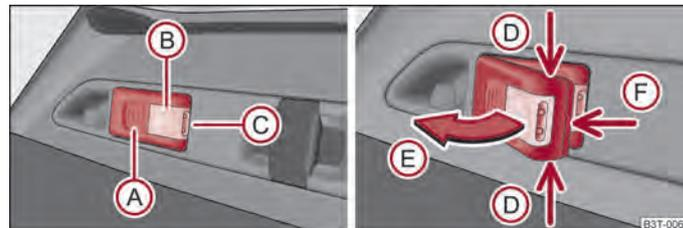

Abb. 46 Herausnehmbare Leuchte
- Beleuchtung des Gepäckraums - es leuchtet Teil \textcircled{B} \Rightarrow Abb. 46 (Leuchte ist im Halter),
- Fassen Sie die Leuchte an den Stellen der Pfeile  an \Rightarrow Abb. 46 und schwenken Sie diese in Pfeilrichtung  heraus.
- Wenn Sie die Leuchte nicht ausschalten und diese korrekt in den Halter einsetzen, werden die Lampen im vorderen Teil  \Rightarrow Abb. 46 der Leuchte automatisch ausgeschaltet.
- Hebeln Sie die Akkuabdeckung mit einem schmalen, spitzen Gegenstand ab der Stelle des Arretierungsclips  ab \Rightarrow Abb. 46.